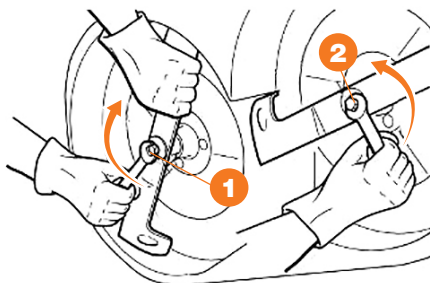

Рис. 28
- Открутите болты крепления **1** против часовой стрелки (правая резьба), **2** по часовой стрелке (левая резьба) (Рис. 28).